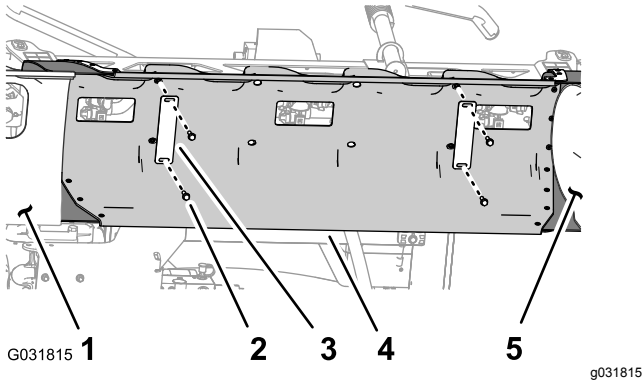

Figura 27
1. Sujutando la cubierta de la sección central (11 boquillas), retire los 4 pernos con arandela prensada (5/16" x 1/4") y las 2 pletinas de sujeción que fijan la cubierta al soporte de la cubierta (Figura 27).